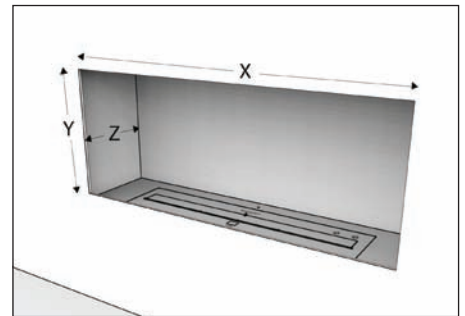

Fig.1
A. « INSTALLATION DANS UN FOYER » (Fig.1)